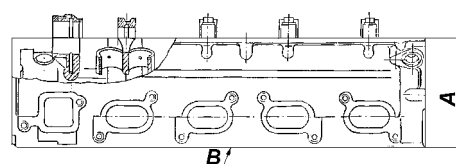

Рис. 4.42. Проверка неплоскостности головки цилиндров
- неплоскостность поверхности "В" (рис. 4.42) с блоком цилиндров. Допустимый зазор 0,15 мм. Зазор измеряется на контрольной плите с помощью шупа. При устранении неплоскостности размер "А" должен быть не менее 142,7 мм.